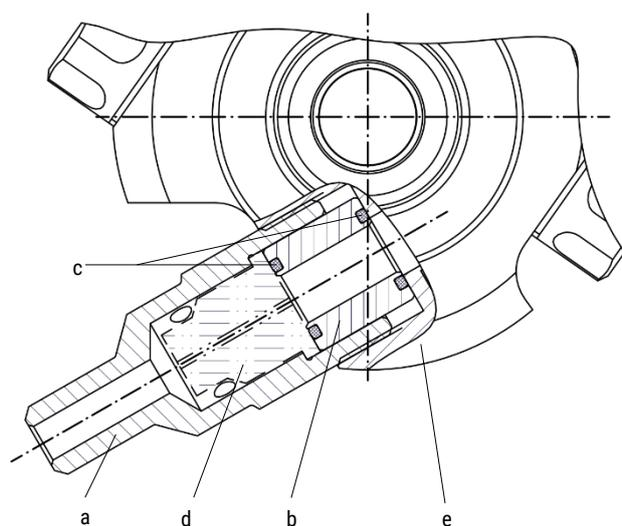

Bild 1 / Image 1
1. Montage der Hochdruckdüsen (Bild 1)